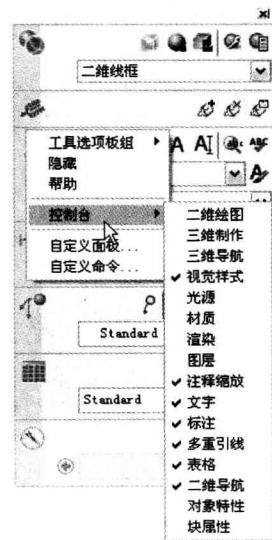

图 1-5 命令面板快捷菜单
(4) 将“标准注释”工具栏关闭,将“标准”工具栏拖曳到“工作空间”工具栏的右侧;将“图层”和“特性”工具栏拖曳到“工作空间”工具栏的下面;将“绘图”和“修改”工具栏拖曳到工作空间的左侧,完成后的工作空间界面如图 1-5 所示。